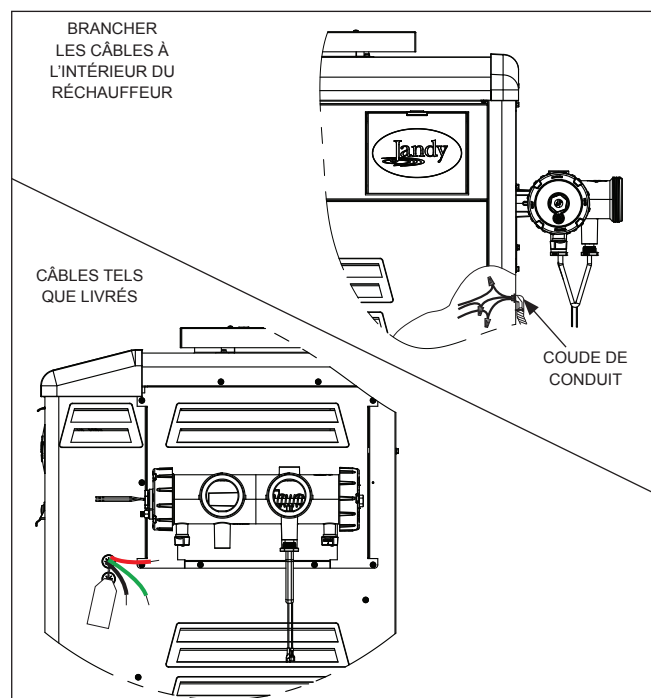

Figure 15. Connexions de câblage sur les lieux
2. Connecter les câbles de la source d'alimentation aux conducteurs situés sur le côté droit du réchauffeur, dans l'espace derrière le chemin de câbles. Voir Figure 15.